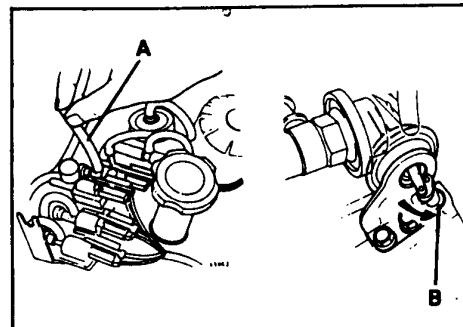

Рис. 20 Проверка шестиканальной системы впуска
- Отсоедините вакуумный шланг с электромагнитного клапана управления (рис. 20, A) и убедитесь, что сразу начала двигаться заслонка (рис. 20 B).